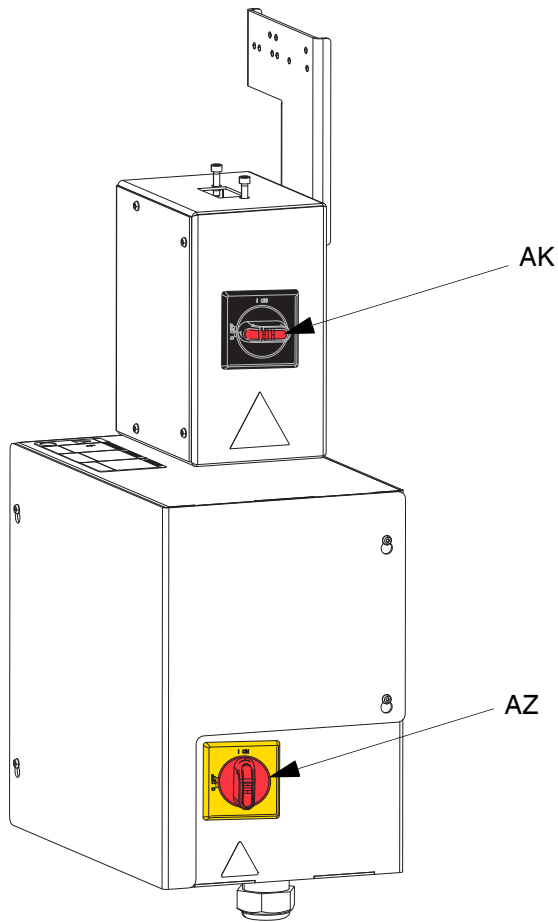

图 30: 电源断开
1. 关闭电动驱动器 (AB) 的电源：
- a. 关闭黑色的电源接线盒开关 (AK)。参见图 30。
- b. 如果使用串联柱塞供料系统，则只需要更换料桶的柱塞供料单元上的黑色断开开关 (AZ) 就会关闭。参见图 30。
2. 将柱塞空气调节器 (BB) 设置为 0 psi。
3. 将柱塞导向阀 (BC) 置于“上升”位置。
4. 缓慢增加冲压空气调节器上的压力，直到压盘 (AD) 开始升高，然后立即按住吹卸按钮 (BE)，直至压盘完全脱离料桶。